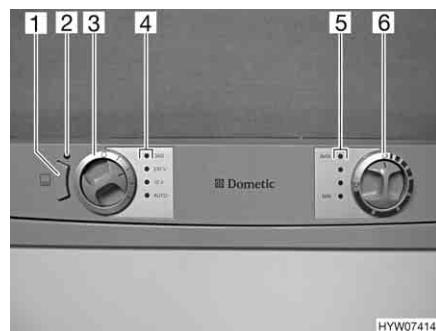

Fig. 117 Elementi di comando del frigorifero (serie Dometic 7 con AES e RT)
Se l'alimentazione a 230V **non** è allacciata e il motore della motrice è **spento**, il sistema AES seleziona il rifornimento di gas. Selezionando il funzionamento a gas, il dispositivo di sicurezza si apre automaticamente, così che il gas possa fluire al bruciatore. Contemporaneamente si inserisce l'accenditore elettronico. Se la fiamma del gas si spegne, p. es. a causa di un colpo di vento, l'accenditore viene subito azionato riaccendendo il gas. In caso di guasto del funzionamento a gas, la spia di controllo "GAS" (Fig. 117,4) diventa rossa e lampeggiante.
Dopo l'accensione il frigorifero seleziona automaticamente la regolazione intermedia del termostato. Questa impostazione può essere modificata manualmente con il pomello girevole (Fig. 117,6). Le spie di controllo (Fig. 117,5) indicano la temperatura selezionata sul termostato. Con il pomello girevole viene regolata la temperatura di refrigerazione per tutti i tre tipi di energia. Ci vogliono alcune ore prima che il frigorifero raggiunga la temperatura normale di esercizio. Cambiando la modalità di funzionamento la regolazione del termostato non viene modificata. La temperatura di refrigerazione è indipendente dal tipo di energia utilizzata.
Nel caso di temperature esterne ed umidità dell'aria elevate è possibile che si formino gocce d'acqua sul telaio in metallo del vano congelatore. Per questo motivo il frigorifero è dotato di un riscaldamento del telaio per il vano congelatore. Nel caso di temperature e umidità dell'aria elevate, accendere il riscaldamento del telaio con il tasto (Fig. 117,1). È possibile così evitare fenomeni di corrosione. Quando il riscaldamento del telaio è acceso, la spia di controllo si accende (Fig. 117,2).
- Con il selettore di energia (Fig. 117,3) selezionare il tipo di energia utilizzata. La spia di controllo relativa (Fig. 117,4) diventa verde.
- Regolare la temperatura di refrigerazione con il pomello girevole (Fig. 117,6). Le spie di controllo (Fig. 117,5) indicano la temperatura selezionata sul termostato.
In caso di guasto del funzionamento a gas, la spia di controllo "GAS" (Fig. 117,4) diventa rossa e lampeggiante.
- Ruotare il selettore di energia (Fig. 117,3) su "O". Tutte le spie di controllo (Fig. 117,4) sono spente.